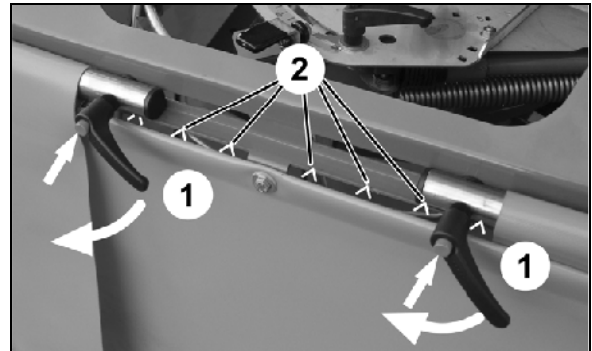

Fig. 24
2. Verstellhebel (Fig. 24/1) beidseitig lösen.
Die Markierungen (Fig. 24/2) dienen hierbei als Orientierung.